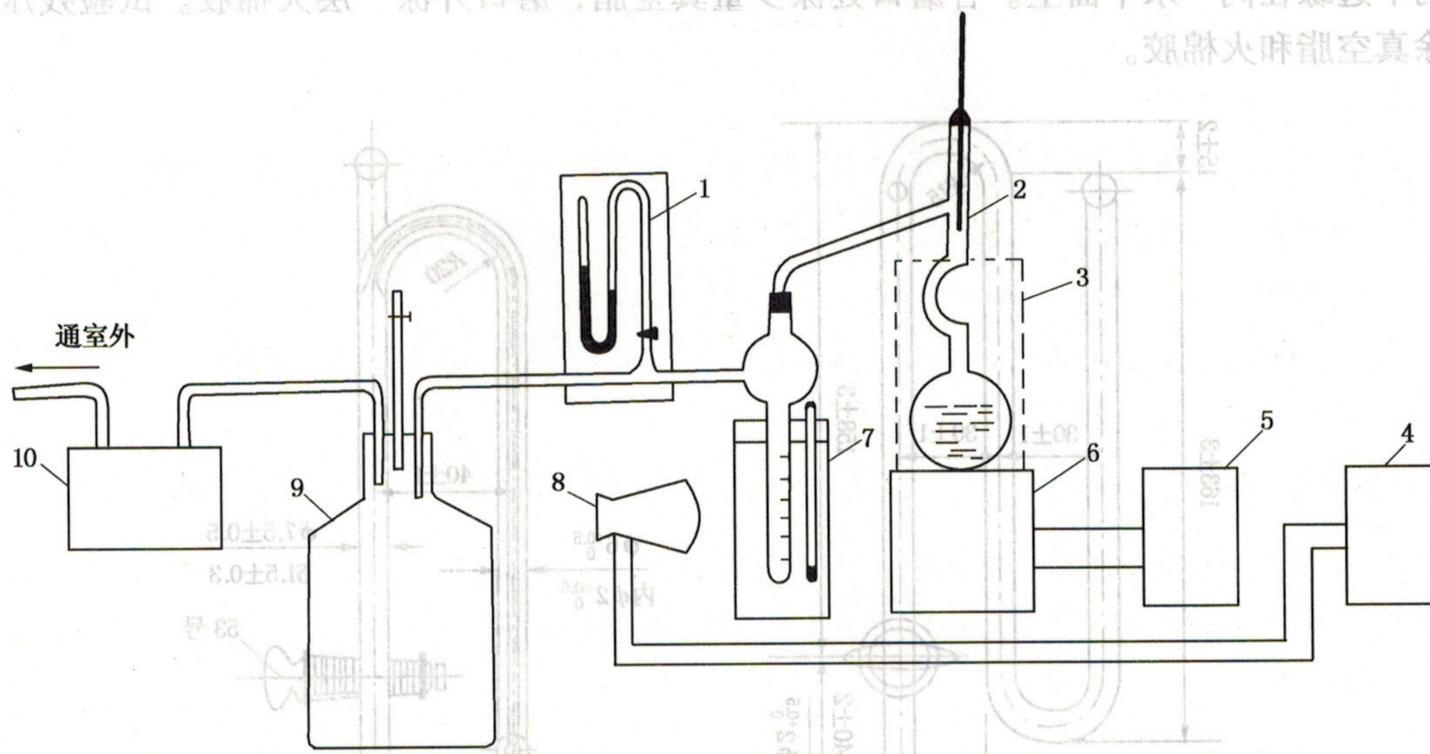
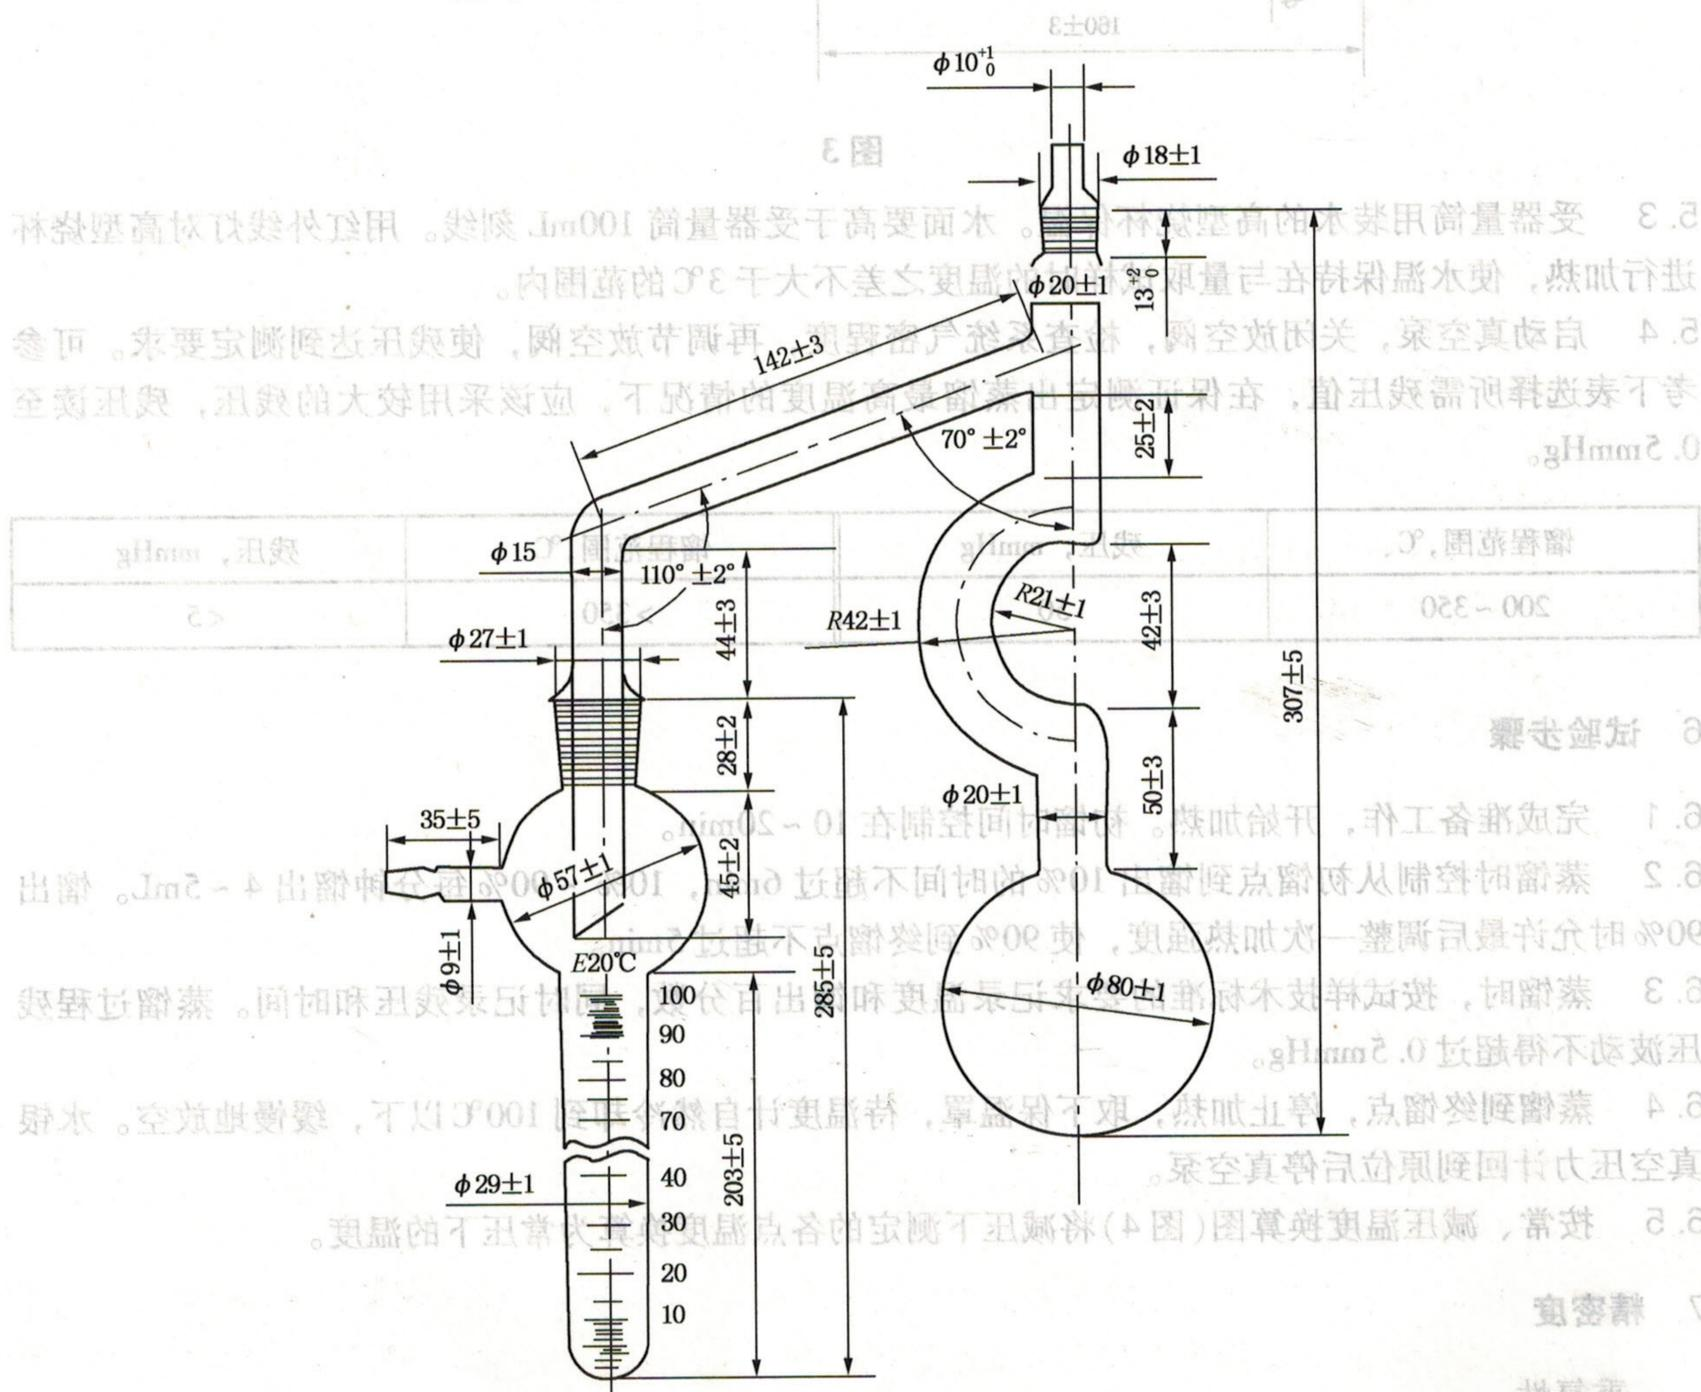
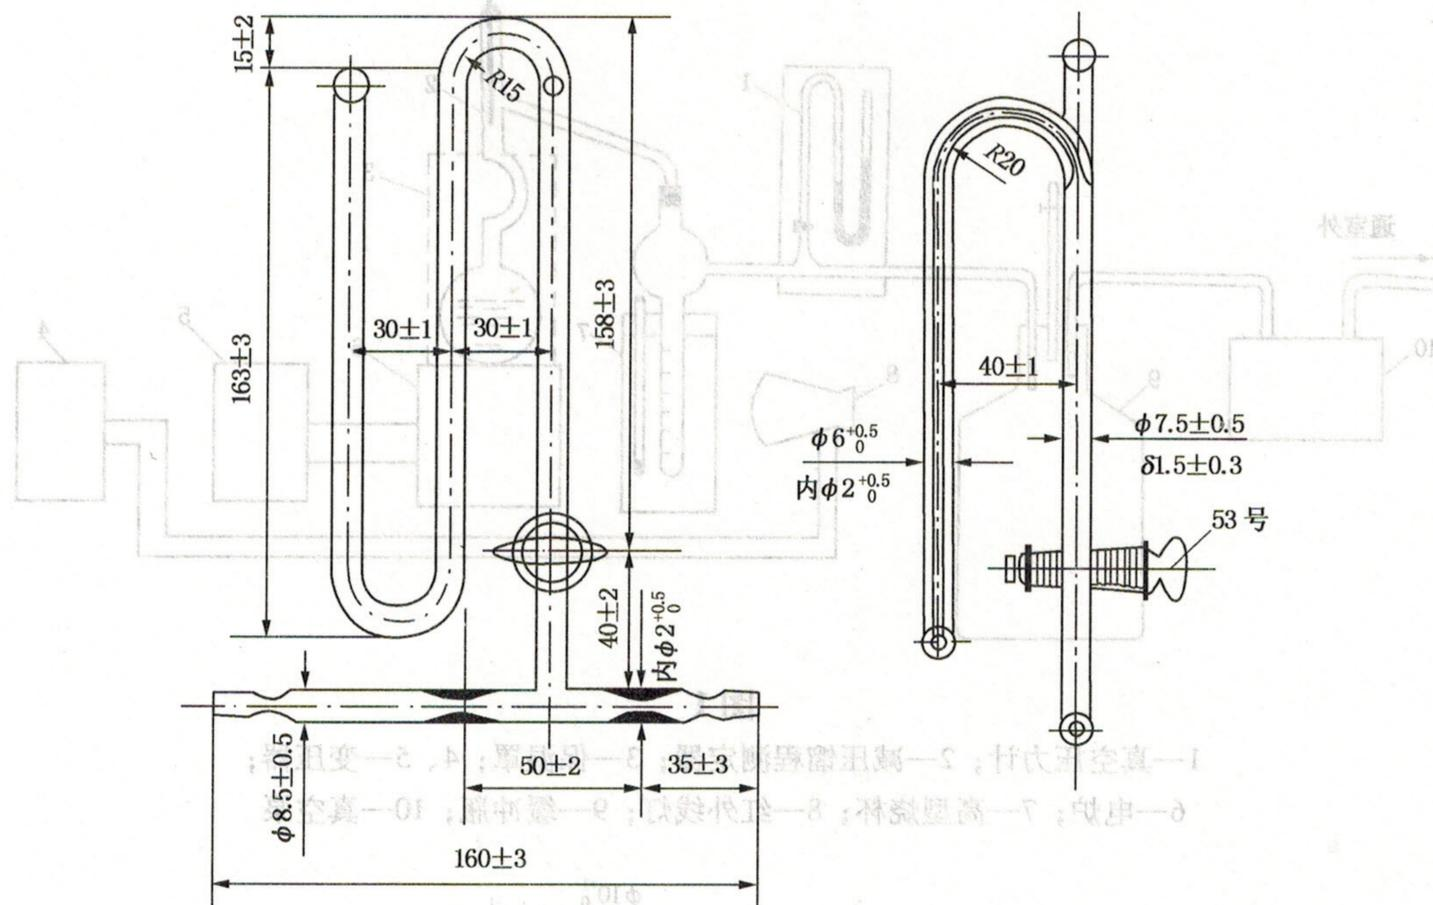

图 1
图 2
图3
3.1.1 减压馏程测定装置(图 1)：包括下列各部分。减压馏程测定器 2(尺寸见图 2，分度为 1mL，容量允许误差为 $\pm 0.8\text{mL}$)；真空泵 10(能抽到残压 2mmHg)；缓冲瓶 9(不小于 1000mL)；红外线灯 8(250W)；真空压力计 1(尺寸见图 3)；高型烧杯 7(直径 100mm，高 240mm)；电炉 6(1000W 平盘形)；保温罩 3；变压器 4、5。